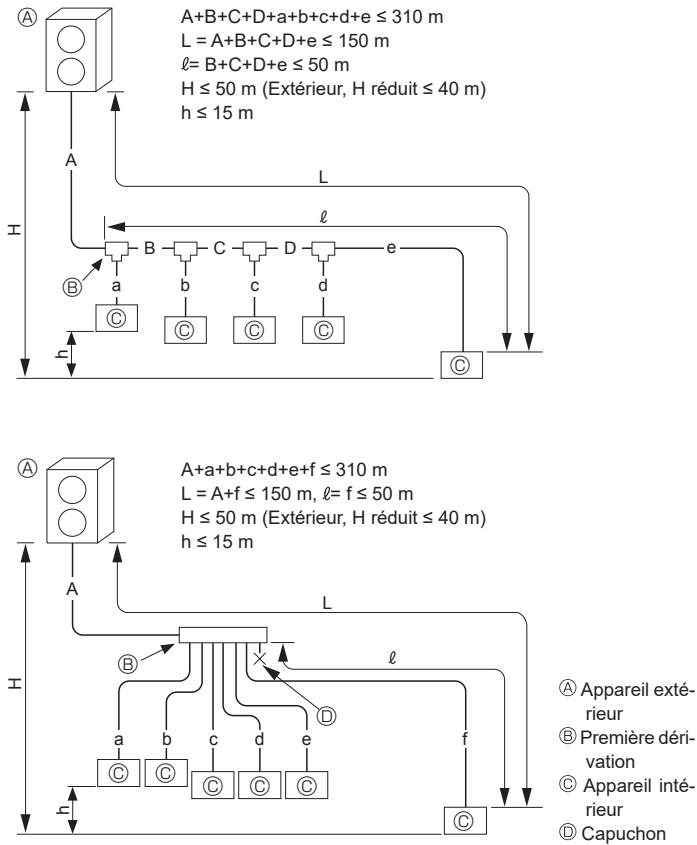

Fig. 4-1
4.1.1. Raccordement sans boîtier de dérivation (Fig. 4-1)